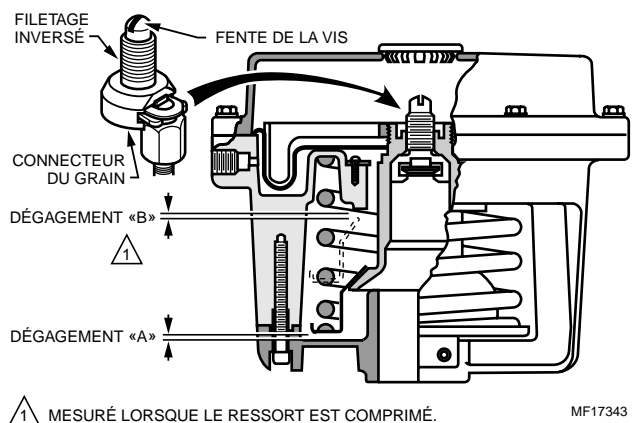

Fig. 6. Actionneur MP953D ou F raccordé au grain de la tige.
2. Retirer le connecteur du grain (Fig. 6) de l'actionneur et le fixer au grain.
- a. Sur les vannes à passage direct, faire tourner la vis jusqu'à obtenir un dégagement d'environ 3 mm (1/8 po) entre la cuvette du ressort et la base de l'actionneur. Voir le Dégagement «A», Fig. 6.
- b. Sur les vannes à trois voies, il faut un dégagement aux deux extrémités de la course du ressort pour assurer la fermeture. Voir les dégagements «A» et «B», Fig. 6. Les dégagements doivent être les mêmes aux deux extrémités du ressort.